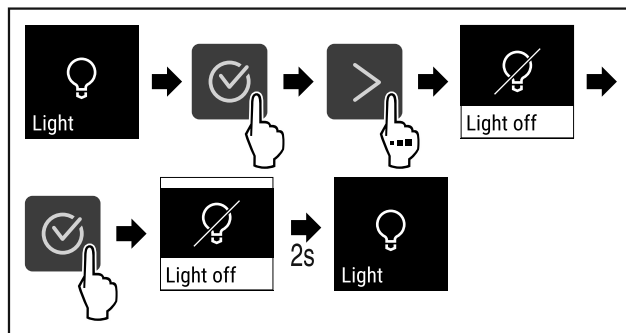

Fig. 85
- Proveďte akční kroky (viz Fig. 85) .